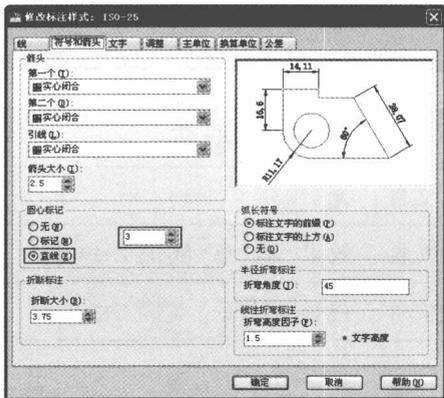

图1-16 “修改标注样式”对话框
**步骤 16** 弹出“修改标注样式”对话框，切换至“符号和箭头”选项卡，在“圆心标记”选项组中，选中“直线”单选按钮，并在“显示和设置圆心标记或中心线的大小”数值框中输入3，如图1-16所示。